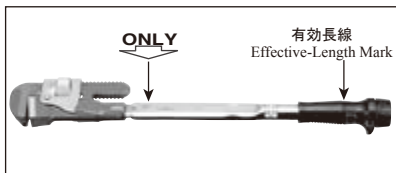

図1 Fig.1
ONLY方向の締め付けのみ、設定したトルクに達すると「カチン」と音と感触が発生します。ONLY方向でない場合、トルクレンチ破損やねじ破断の原因になる場合があります(危険です)。(図1)
Only forcing to **ONLY** direction generates the "click" sound and feeling. Forcing to the opposite direction will cause the breakage failure of a torque wrench or screw. (fig.1)
- 有効長線上を握ってトルクをかけて下さい。(図1)